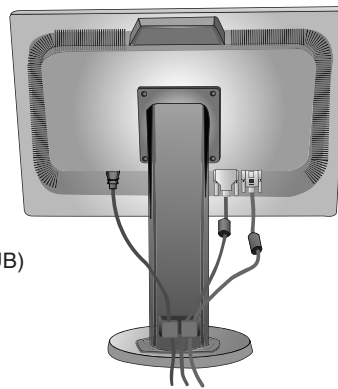
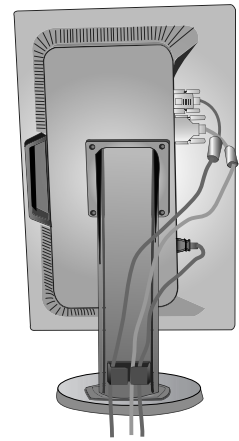

Figura B.2
Figura B.3
5. Posizionare il cavo segnale video e il cavo di alimentazione tra i fori del supporto, come indicato in **Figura B.2/Figura B.3**.